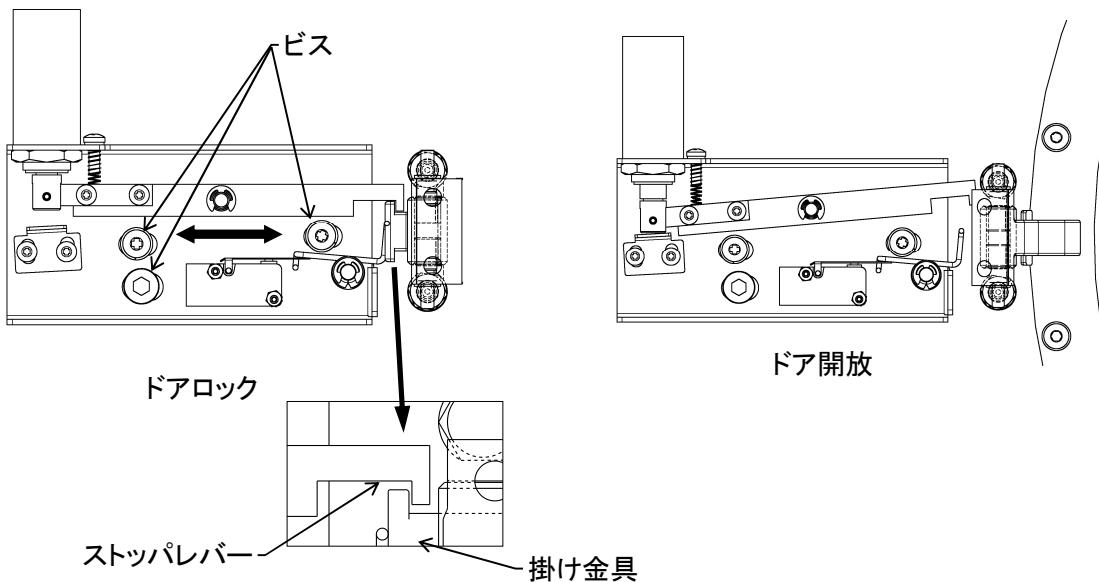

図8-11
- ドアロック及びドア開放時、図の様(図8-11)に各部がなっています。
- ドアロック時、ストップパレバーと掛け金具が図の様(図8-11)にかみ合う位置に来る様にビスを緩めドアロック部を左右にずらし調整します。